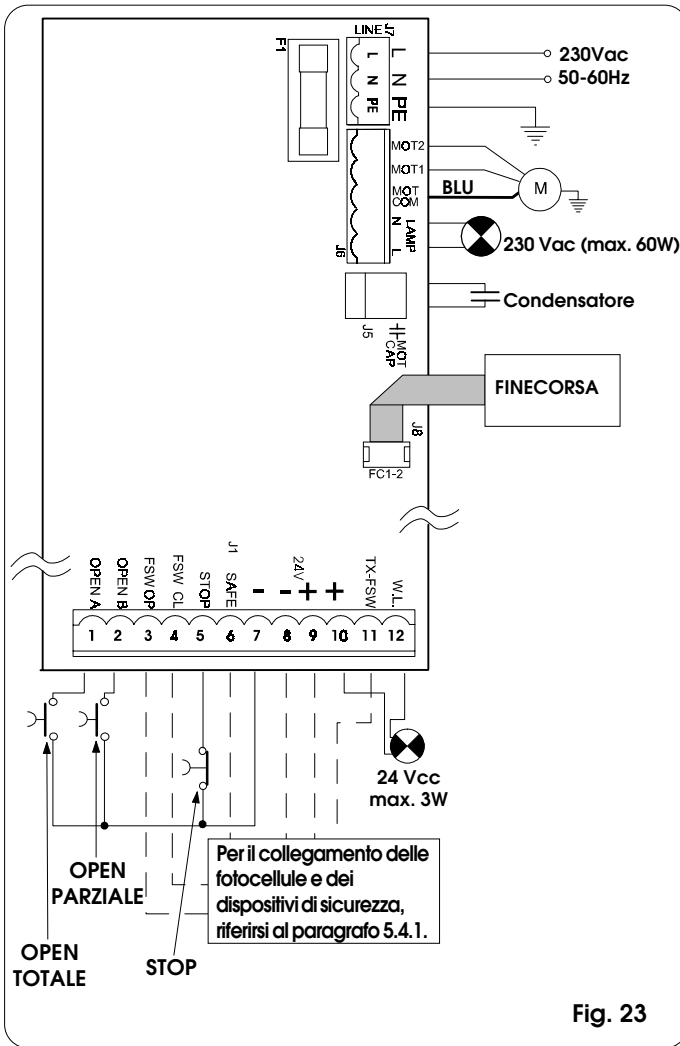

Fig. 23
5.4.2. Morsettiera J7 - Alimentazione (fig. 23)
5.4.3. Morsettiera J6 - Motori e lampeggiatore (fig. 23)
5.4.4. Morsettiera J1 - Accessori (fig. 23)